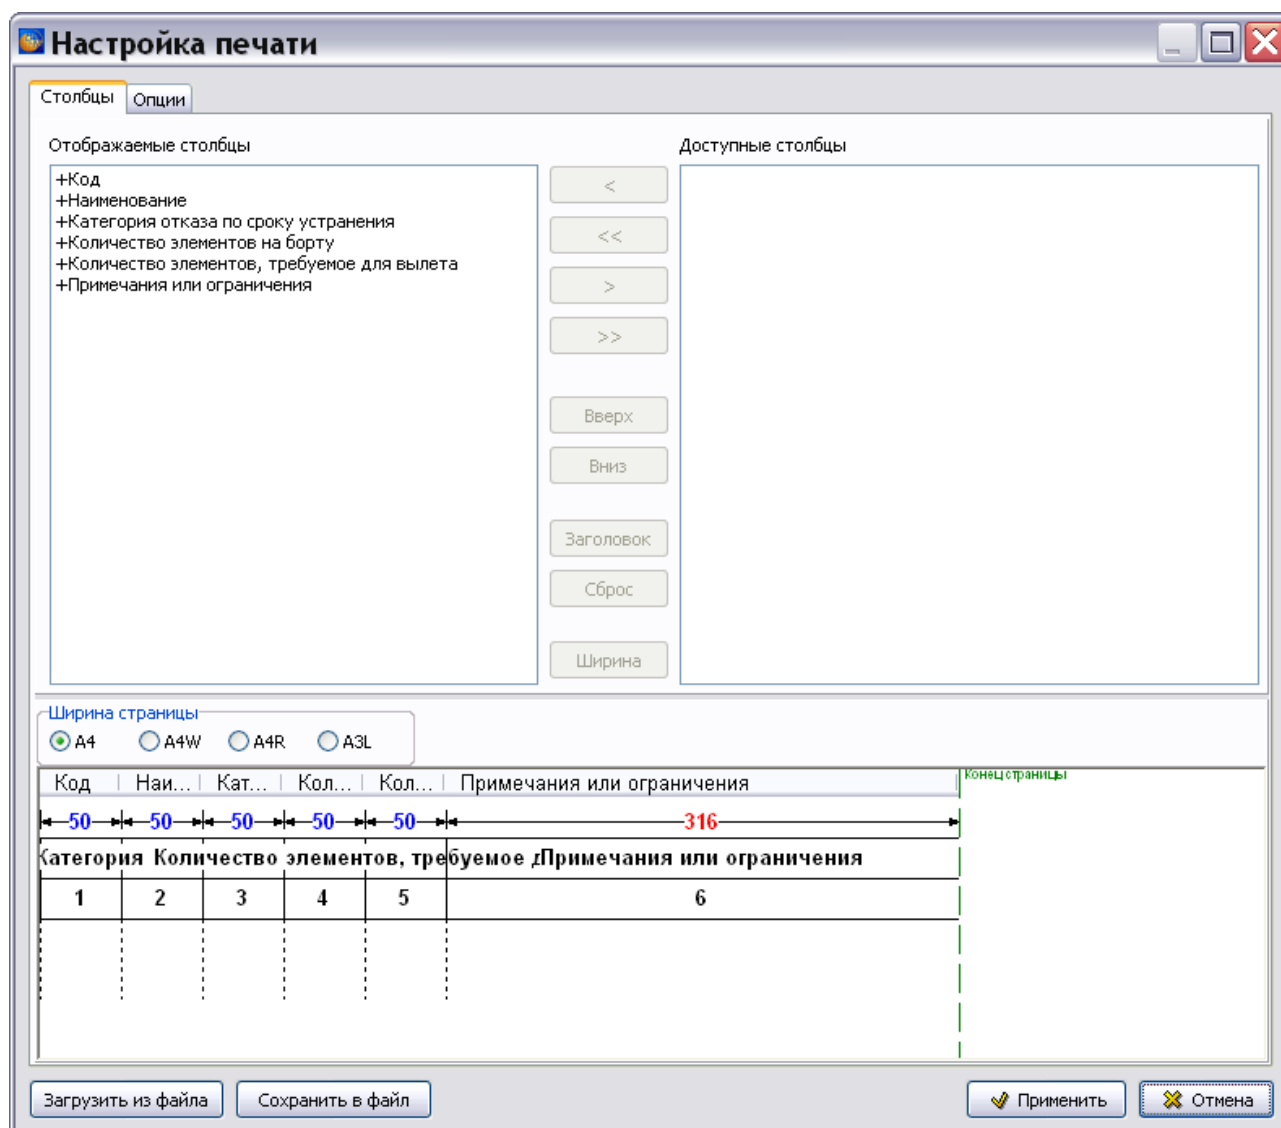

Рис. 12.17
3. При выборе пункта **Настройки печати из модуля данных...** можно установить настройки, отличные от заданных в шаблоне документа. Настройки создаются в диалоговом окне **Настройка печати** на вкладках «Столбцы» и «Опции» (Рис. 12.17).